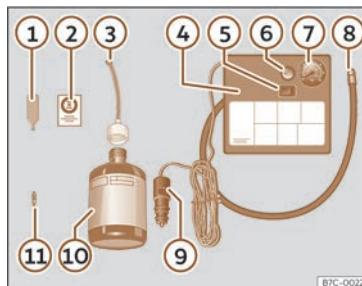

Fig. 219 Representación estándar: contenido del kit antipinchazos.
El kit antipinchazos se encuentra en el compartimento del maletero bajo el revestimiento del suelo. Incluye los siguientes componentes >>> **fig. 219:**
- Desenrosque la caperuza y el obús de la válvula del neumático. Utilice el aparato >>> **fig. 219** ① para extraer el obús. Colóquelo en una superficie limpia.
- Agite con fuerza la botella de sellante de neumáticos >>> **fig. 219** ⑩.
- Enrosque el tubo de inflado >>> **fig. 219** ③ en la botella de sellante. El precinto de la botella se romperá automáticamente.
- Retire el tapón del tubo de llenado >>> **fig. 219** ③ y enrosque el extremo abierto del tubo en la válvula del neumático.
>>> **fig. 219 ①** en la válvula del neumático.
- Enrosque el tubo de inflado del neumático del compresor >>> **fig. 219 ⑧** en la válvula del neumático.
- Compruebe que el tornillo de evacuación de aire está cerrado >>> **fig. 219 ⑥**.
- Acople el conector >>> **fig. 219 ⑨** a toma de corriente de 12 voltios del vehículo >>> **pág. 225**.
- Conecte el compresor de aire con conmutador ON/OFF >>> **fig. 219 ⑤**.
- Pegue el adhesivo >>> **fig. 219 ②** en el cuadro de instrumentos, dentro del campo visual del conductor.
Vuelva a enroscar el tubo de inflado >>> **fig. 219 ⑧** y compruebe la presión en el manómetro **⑦**.